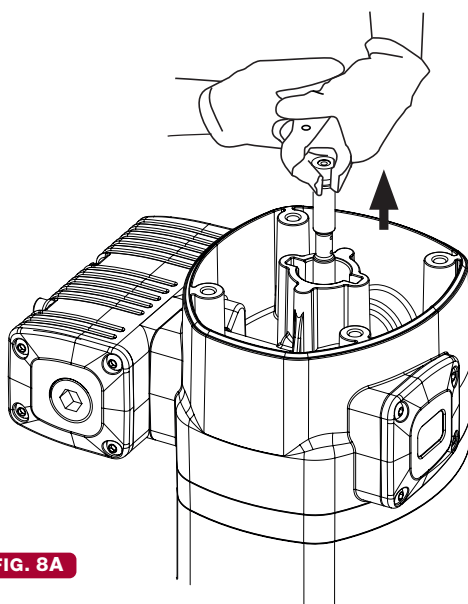
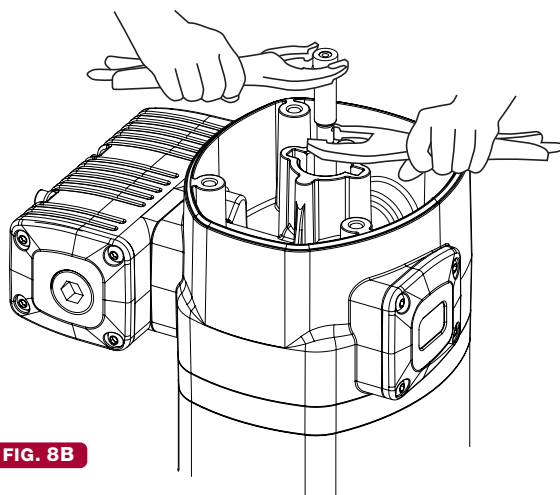

FIG. 8A
FIG. 8B
1. Unscrew the bolts (2) and remove the cap (3).
2. Unscrew the sensor sleeve (4).
3. With a manual clamp on the nut (5), pull the rod (40) outwards until its central recess appears (fig. 8A). Then, with another manual clamp, grab the rod (40) on said recess to prevent sealing surface to be damaged, and unscrew the nut (5) (fig. 8B).
4. Remove o-ring (6) and ring (7), and replace them with new ones later.
5. Unscrew the bolts (55). Pull the motor body (13) outwards to free it along with bridge (36).
6. Take away the gasket (9) and replace its seals (8) and (10).
7. Unscrew the bolts (37) and split the motor (13) from the bridge (36). Take away the washer (32) and replace the seal (8).
8. Take away the cylinder (50) while carefully holding the air piston (45). Replace the piston seal (44).
9. Reassemble in reverse order, applying thread locker in screws (37), nut (5) and sensor sleeve (4).
1. Skruva bort skruvarna (2) och ta bort locket (3).
2. Skruva bort sensorhylsan (4).
3. Använd en polygrip för att hålla fast muttern (5), dra axeln (40) uppåt tills en avsmalning i axeln blir synlig (fig 8A). Använd ytterligare en polygrip och fatta runt avsmalningen i axeln för att undvika skador på tätningssytorna på axelns större diameter, och skruva sedan bort muttern (5) (fig 8B).
4. Ta bort o-ringen (6) och ringen (7) och byt ut mot nya senare.
5. Skruva bort skruvarna (55). Dra bort luftmotorns hus (13) tillsammans med adapterplattan (36).
6. Ta bort hylsan (9) och byt tätningarna (8) och (10).
7. Skruva bort skruvarna (37) och dela luftmotorn (13) från adapterplattan (36). Ta bort brickan (32) och byt ut tätningen (8).
8. Ta försiktigt bort luftcylindern (50) samtidigt som man håller i luftkolven (45). Byt ut luftkolvens o-ring (44).
9. Montera i omvänd ordning, applicera låsvätska på skruvarna (37), muttern (5) och sensorhylsan (4).